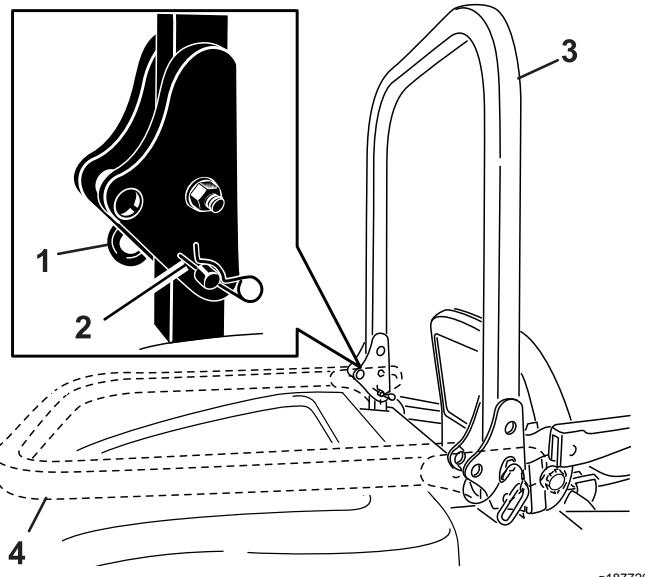

Рисунок 23
- Установите защитную дугу в поднятое положение, а затем снимите игольчатые шплинты и извлеките два штифта (Рисунок 23).